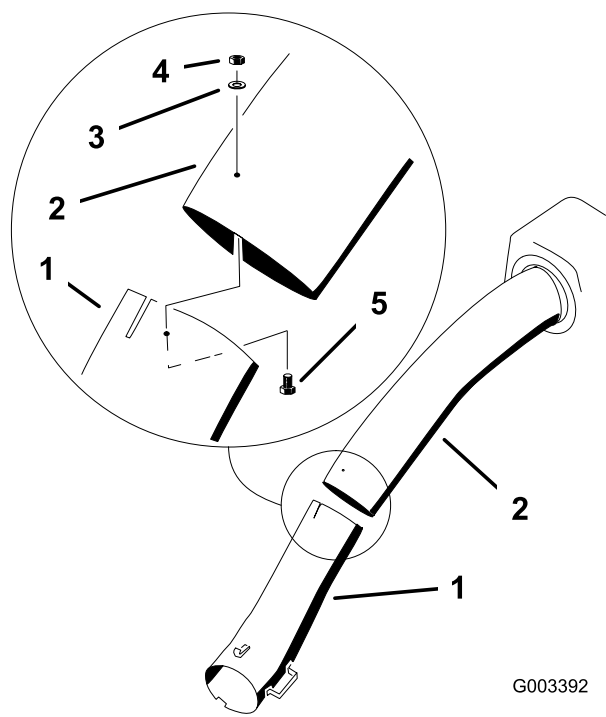

Figura 30
14. Una los tubos superior e inferior con 3 pernos (Nº 10 x ¾"), 3 arandelas planas (7/32"), y 3 contratuercas (Nº 10), según se muestra en la figura Figura 30.